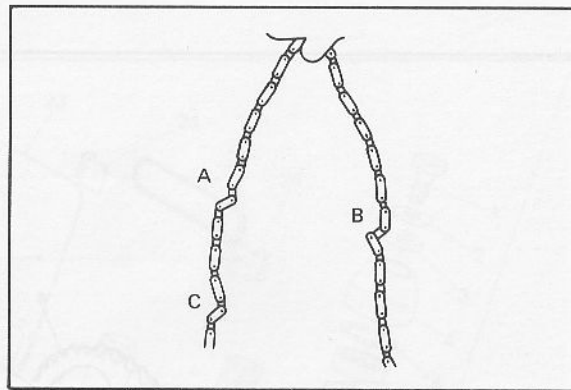

Fig. 5-5-6
2. Check the chain for stiffness. Hold as illustrated. If stiff, soak in solvent solution, clean with wire brush, dry with high pressure air. Oil chain thoroughly and attempt to work out kinks. If still stiff, replace. (Fig. 5-5-6)
2. Vérifier la rigidité de la chaîne. La tenir comme il est illustré. Si elle est raide, la passer dans une solution de dissolvant, la nettoyer avec une brosse métallique, la sécher à l'air comprimé. Huiler la chaîne complètement et essayer de mouvoir les maillons. S'ils sont raides, remplacer la chaîne. (Fig. 5-5-6)